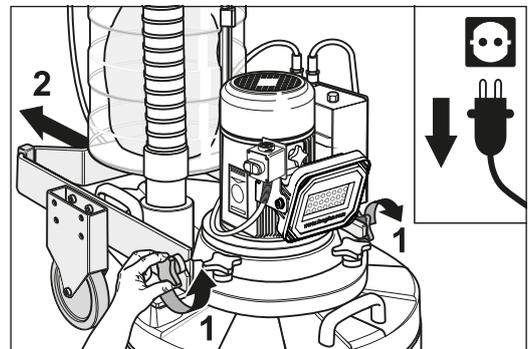

Fig. 45 Aflojadas las manillas en cruz se puede retirar hacia atrás el chasis.
- 8 Afloje ahora ambas manillas en cruz de la carcasa y retire el chasis horizontalmente hacia atrás (Fig. 45).